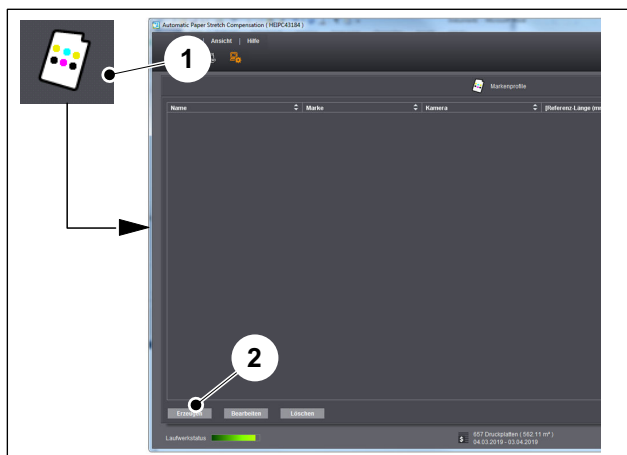

Abb. 10 Dialogfenster zum Profil einmessen
1. Starten Sie die Software Prinect APSC. Wählen Sie den Bereich **Einstellungen**. Wählen Sie **Markenprofile** (Abb. 10/1).
2. Wählen Sie **Erzeugen** (Abb. 10/2). Das Dialogfenster "Profil einmessen" (Abb. 11) wird angezeigt.